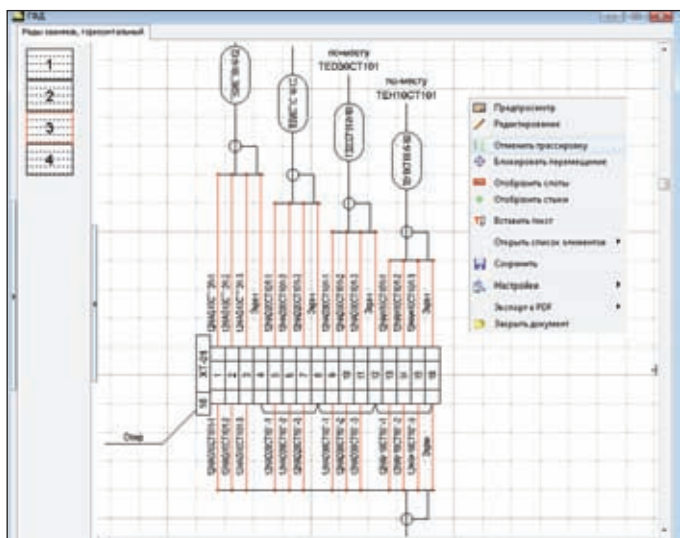
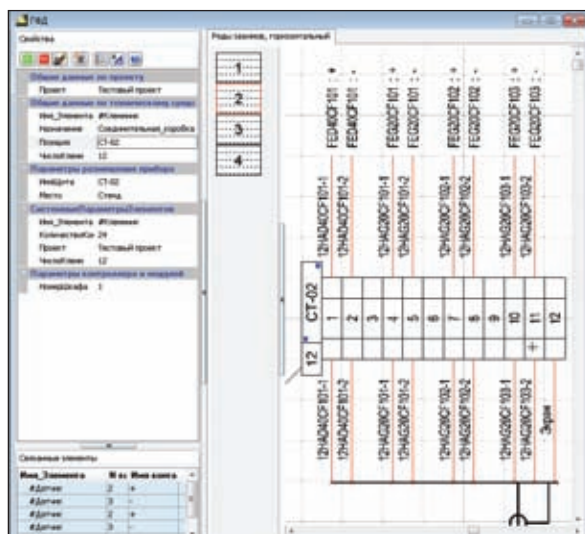

Рис. 15. Фрагмент документа "Подключение кабелей к рядам зажимов", лист 3
Рис. 16. Фрагмент документа "Подключение кабелей к рядам зажимов", лист 2
На рис. 15 показан фрагмент документа "Подключение кабелей к рядам зажимов". Этот документ можно формировать и в ручном, и в автоматическом режиме. В
- отображение перемычек (рис. 15);
- настраиваемый вывод текста над связью (в приведенном на рис. 15 примере отображается маркировка связи);
- настраиваемый вывод текста у выбега связи (рис. 16, позиция элемента и имя контакта, к которому подключена связь);
- настройка вида точки пересечения выбега: крестик, окружность, угол (на рис. 15 — окружность, на рис. 16 — крестик);
- Изменять настройки трассировки можно как в шаблоне, так и в уже сформированном документе. Чтобы применить измененные настройки в открытом документе, необходимо отменить трассировку (рис. 15), а затем выполнить ее повторно также с помощью команды контекстного меню.